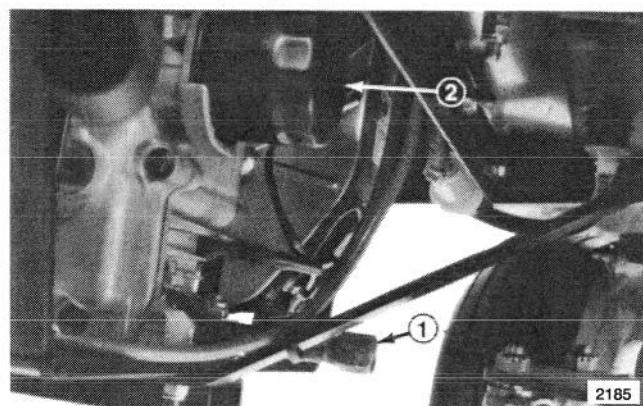

Figure 14
3. Placer un récipient sous l'ouverture de vidange et retirer le bouchon de vidange d'huile (Fig. 14).
2. Déposer le filtre usagé et essuyer l'adaptateur du filtre et la surface du joint (Fig. 14 et 15).